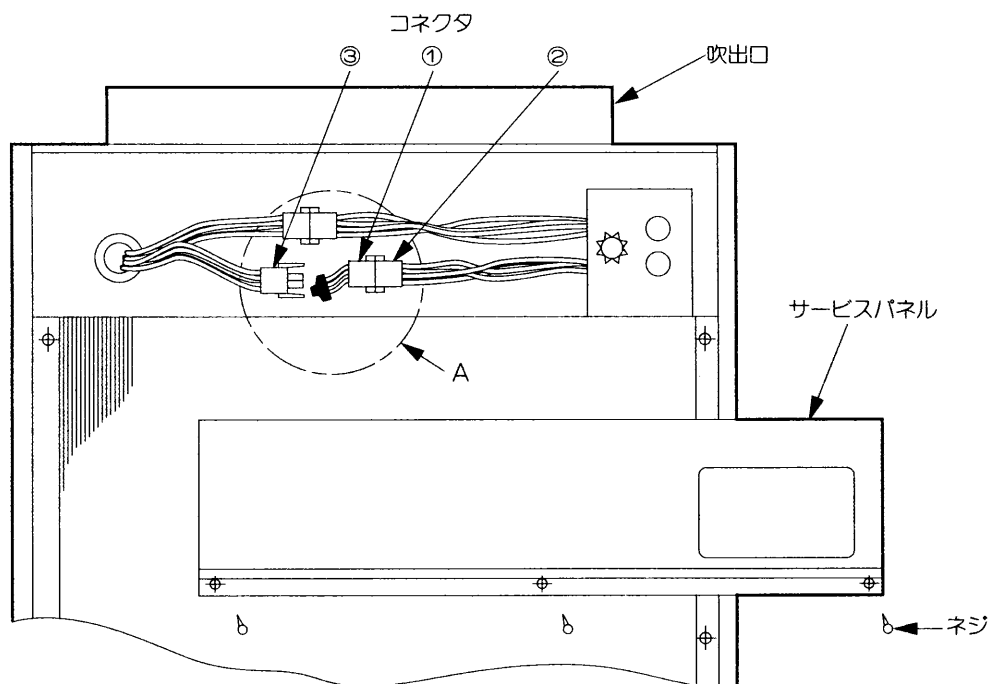

図1
- (1) 図1-A部に示すコネクタ①～③を確認して下さい。(注:コネクタの色は①②③共赤色です)